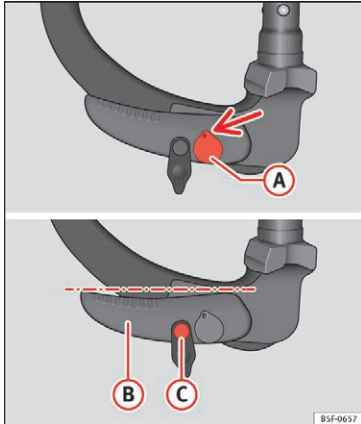

Fig. 181 Hvileposition: armens og oplåsningsstiftens position
- Nøglen **(A)** » Fig. 181 skal befinde sig i oplåst position (den del af nøglen, hvori der er et hul, vender opad).
- Armen **(B)** » Fig. 181 skal befinde sig i den nederste position.
- Oplåsningsstiften **(C)** skal kunne bevæges » Fig. 181.